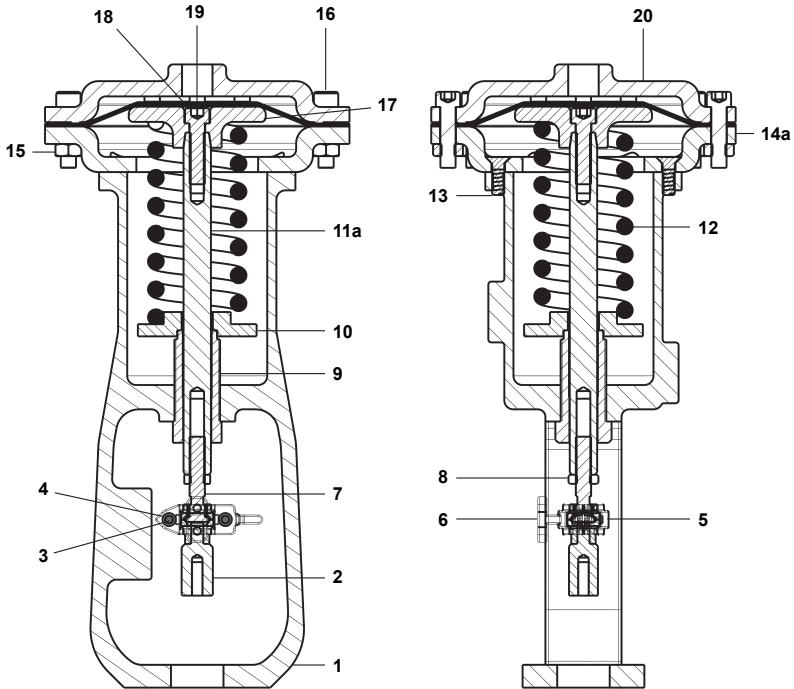

Fig. 11a - 595
4.3.1 Come sostituire il diaframma dell'attuatore e la rondella di tenuta (Fig. 11a - 595)
- Ruotare il tendimolla (9) per scaricare completamente la molla (12).
- Togliere viti e dadi (15,16), coperchio (20) e diaframma (19) dall'attuatore.
- Montare il nuovo diaframma (19).
- Rimontare il coperchio (20) dell'attuatore.
4.3.2 Come sostituire la/le molla/e di regolazione (Fig. 11a)
- Togliere viti e dadi (15, 16), coperchio (20), diaframma (19) e piatto diaframma dall'attuatore.